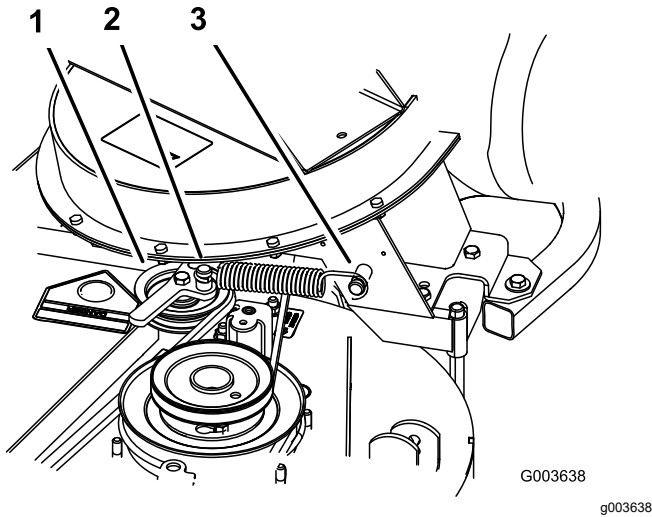

Figure 19
4. Montez le ressort comme montré à la Figure 19.